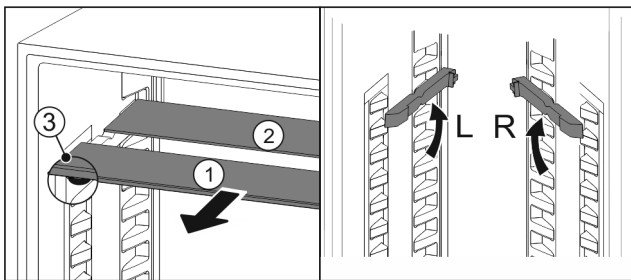

Fig. 174
- ▶ Glasplatten einzeln nach vorne herausziehen Fig. 174 (1).
- ▶ Glasplatte Fig. 174 (1) mit Zierleiste liegt vorne.
- ▶ Stopps Fig. 174 (3) zeigen nach unten.